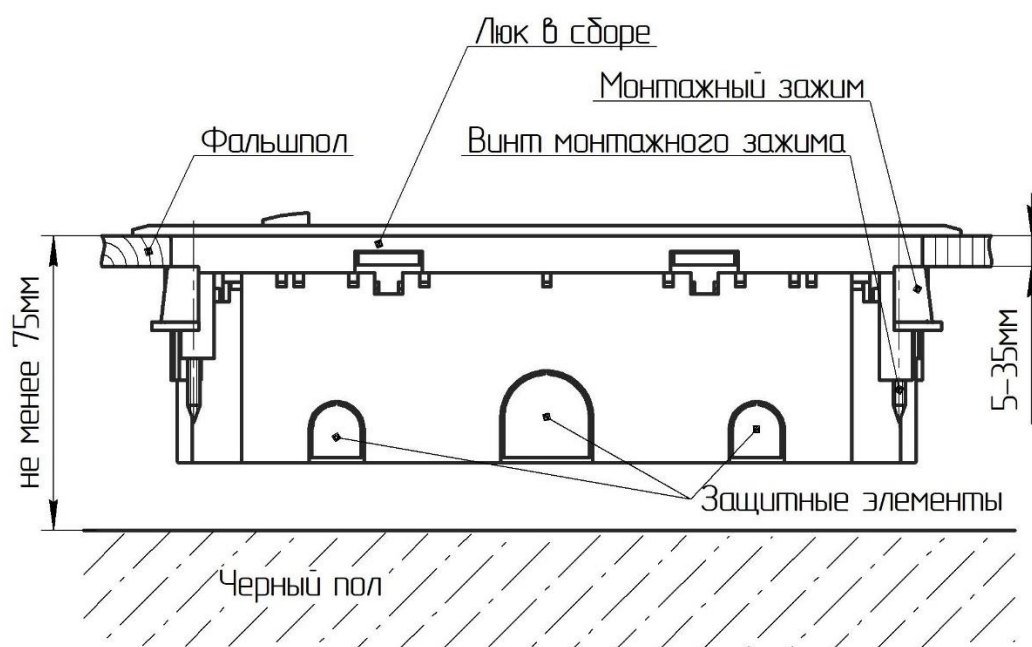

Рис. 2
1. Вырезать монтажное отверстие в фальшполе размером 246x164 мм. Минимальная глубина для монтажа люка (между черновым полом и верхней частью фальшпола) составляет 75 мм. Диапазон толщин фальшполов от 5 до 35мм (Рис. 2).
4. Зафиксировать люк по толщине фальшпола, вращая винты монтажных зажимов (Рис. 2).